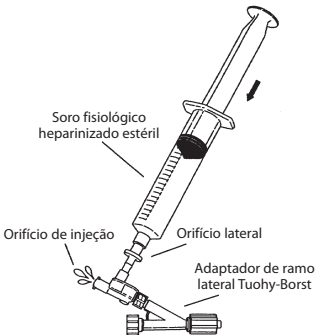

Fig. 2
4. Ligue a válvula de segurança unidirecional dupla ao adaptador Tuohy-Borst transparente. Deve fechar totalmente a válvula Tuohy-Borst. Ligue uma seringa de 20 mL cheia de soro fisiológico heparinizado ao orifício lateral do adaptador da válvula de segurança unidirecional dupla e purgue lentamente o ar pelo orifício de injeção. (**Fig. 2**)